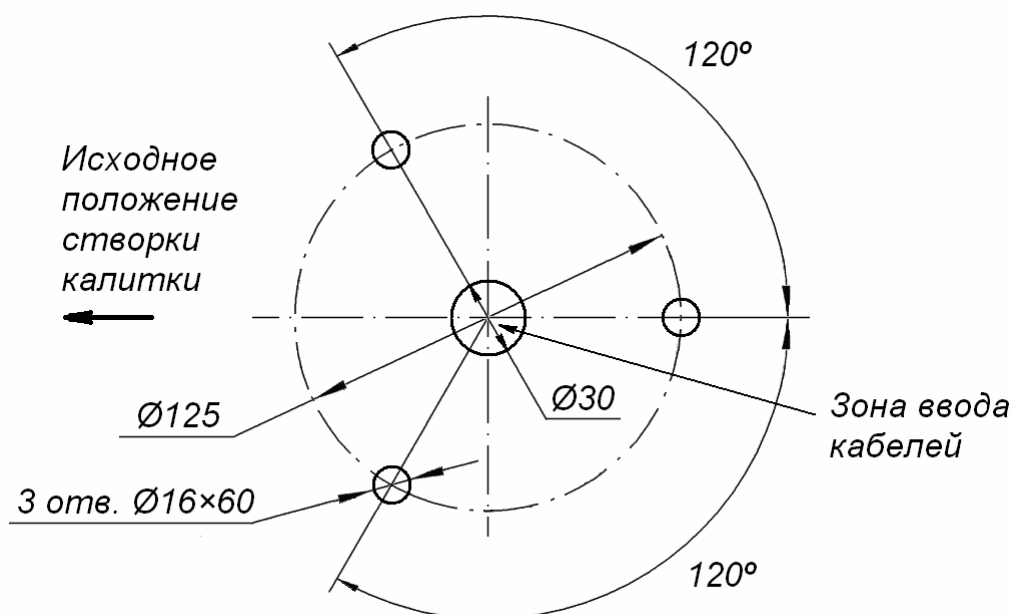

Рисунок 5 Схема разметки для монтажа калитки
- Разметку установочных отверстий следует производить строго по прилагаемой схеме (см. рис. 5).
2. Выполните на полу разметку для монтажа калитки в соответствии с рис. 5 и разметку кабельных каналов для прокладки кабеля управления (10), кабеля питания (11). Подготовьте в полу кабельный канал и отверстия для анкеров для крепления стойки калитки. Вставьте гильзы анкеров на всю глубину подготовленных отверстий. К стойке калитки от блока управления подведите по кабельному каналу кабель управления (10) и кабель питания (11).
3. Извлеките из стойки с фланцем (2) блок кабельных разъемов (16), установленный на пружинных фиксаторах. Подключите к блоку кабельных разъемов кабель управления и кабель питания. После подключения разъемов установите блок кабельных разъемов (16) в стойку с фланцем (2) на высоту, обеспечивающую дальнейший монтаж. Установите стойку калитки фланцем на гильзы анкеров.